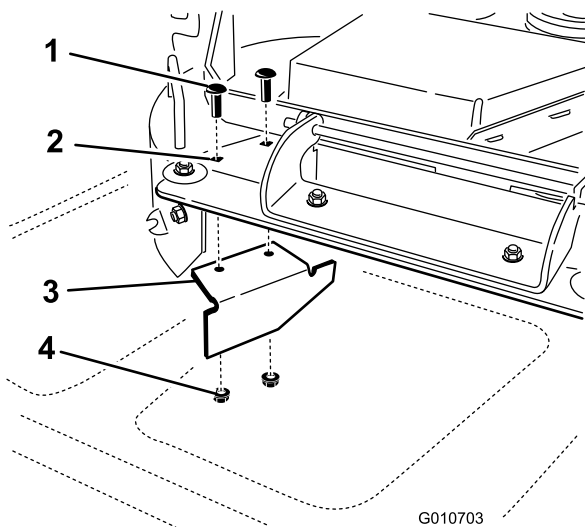

Figura 34
13. Nel sacchetto delle parti sciolte, individuate il deflettore di chiusura. Rimuovete gli elementi di fissaggio dai fori posteriori della piastra di scarico. Montate il deflettore nell'apertura di scarico laterale sul piatto di taglio (Figura 34).